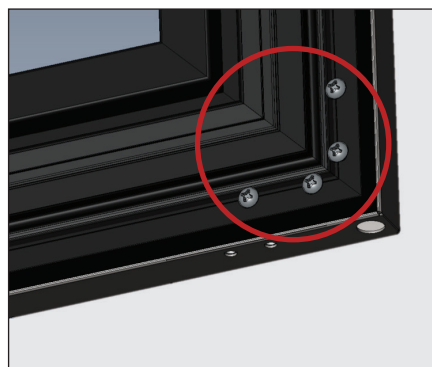

Рис. 8. Перенесите крепежные изделия, указанные в описании шага 5, на соответствующую противоположную сторону.
4. Вставьте винты в отверстия напротив того места, в котором они располагались изначально. См. рис. 8.